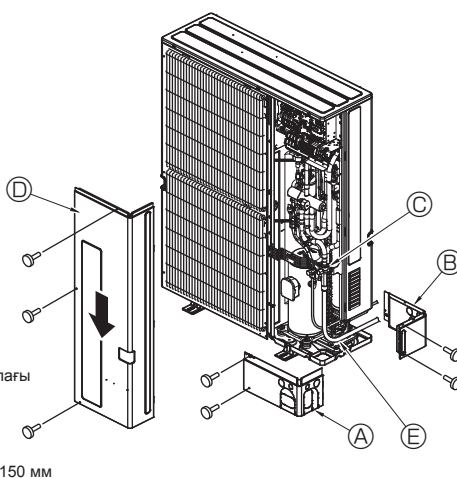

Fig. 4-9
4.5. Суық агент құбырлары (Fig. 4-9)
① пайдалану панелін (үш бұранда) және А алдыңғы құбырлар қақпағын (екі бұранда) және Б артқы құбырлар қақпағын (екі бұранда) алып тастаңыз.
① Сыртқы блоктың жапқыш клапаны толықтай жабылғанда ішкі/сыртқы блок үшін суық агент құбырларының байланыстарын орындаңыз.
② Ішкі блок және байланыс құбырларындағы вакуумдық үрлемелі ауа.
③ Суық агент құбырларын жалғағаннан кейін, жалғанған құбырлар мен ішкі блоктан газдың жылыстап тұрмағанын тексеріңіз. (4.6. Суық агент құбырының ауа өткізбейтіндігін тексеру әдісі бөлімін қараңыз)
④ Суық агент желілерін сұйықтық және газдың жапқыш клапандарының сервистік порты арқылы сорып алыңыз. Содан соң жапқыш клапандарды толықтай ашыңыз (сұйықтықты және газды жапқыш клапандары үшін). Бұл ішкі және сыртқы блоктардың суық агент желілерін толықтай жалғайды.